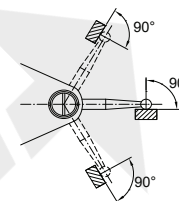
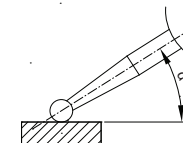

fig.4
fig.5
3. Durante a medição, os estiletes devem estar na vertical em relação à direção da medição (fig. 4). Quando o estilete estiver em ângulo com a direção da medição (fig. 5), deve ser feita a seguinte correção.